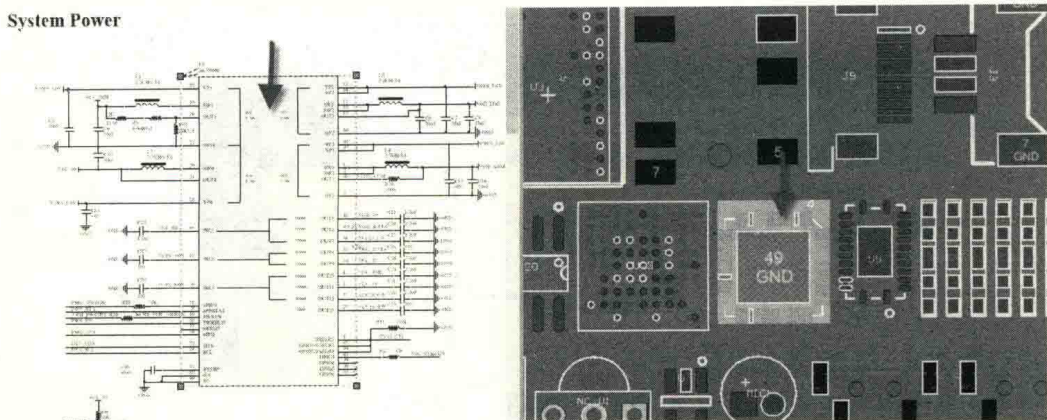

图 8-8 交互模式下的选择
- （2）如图 8-8 所示，可以看到在原理图上选中某个元件后，PCB 上相对应的元件会同步被选中，反之在 PCB 上选中某个元件后，原理图上相对应的元件也会被选中。